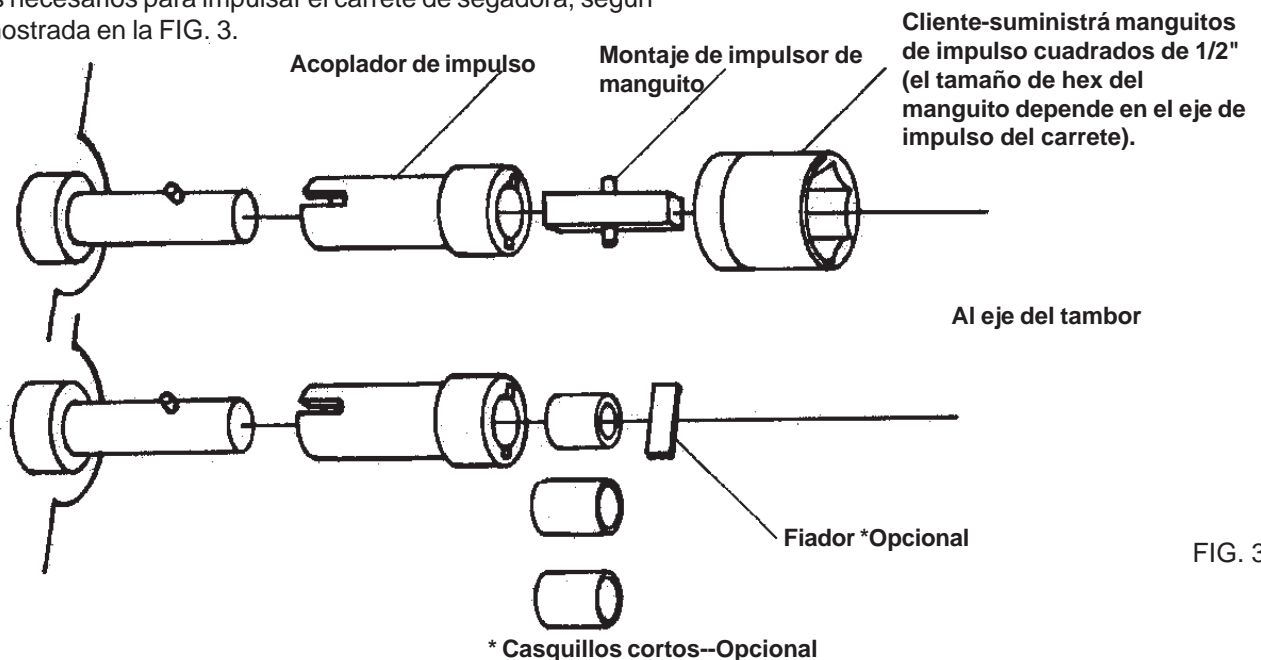

FIG. 3
3. Conecte el acoplador de impulso, montaje de impulsor de manguito, y cualquier otro manguito de impulsor o adaptadores especiales necesarios para impulsar el carrete de segadora, según la orden mostrada en la FIG. 3.